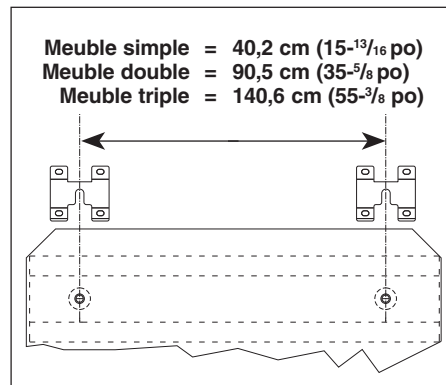

Fig. 2
7. Remettre le meuble en place en alignant les pattes de mise de niveau sur les fentes des pattes de sol, 38 mm (1-1/2 po). Glisser le meuble dans les pattes de sol, en prenant soin que les pattes de mise de niveau soient sous les fentes des pattes de sol (fig. 2). Abaisser le meuble en tournant dans le sens inverse des aiguilles d'une montre les vis de mise de niveau jusqu'à ce
que la base soit à environ 19 mm (3/4 po) du sol. Le cadre de la base doit se verrouiller sur les pattes de mise de niveau sur les pattes de sol (fig. 2).